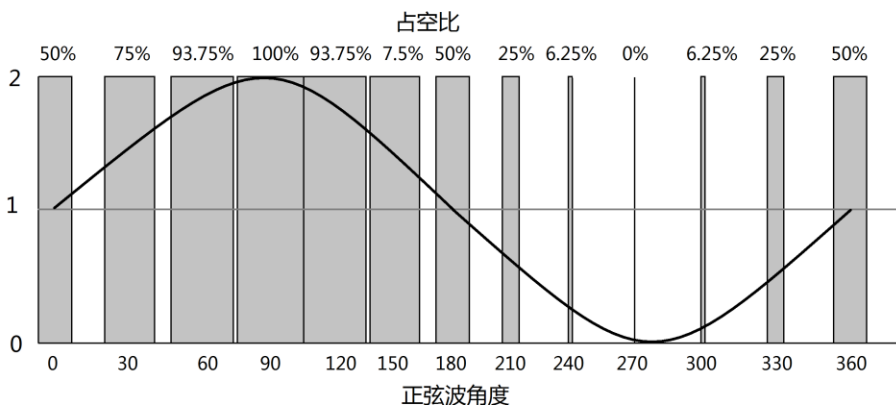

图 20.3 查表法原理
举例说明，如图 20.3 所示，我们用 12 个 PWM 脉冲来等效 1 个周期正弦波。
- 3) 单片机的 Timer_A 模块在运行中依次循环读取 $duty[N]$ 的值作为占空比，就能得到图 20.3 等效的 SPWM 波形。
- 4) 图 20.3 中仅用了 12 个脉冲等效正弦波，增加等效正弦周期中脉冲的数目（采样点数），可以得到效果更好的正弦波。